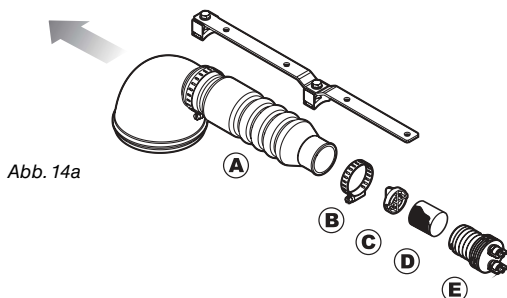

Abb. 14a
• Lockern Sie die Schelle (B) und entfernen Sie dann die Sprühdüse (A). **Nur für waagerechte Schaumerzeuger zutreffend (Abb.14a): Die Schellen vollständig lösen, dann die Sprühdüse in die vom Pfeil angegebene Richtung abziehen.**
• Spülen Sie die Sprühdüse (A) mit klarem Wasser.
• Nehmen Sie das Gitter (C) ab indem Sie es gegen den Uhrzeigersinn drehen.
• Entnehmen Sie den Schwamm (D) aus dem Generator (E).
Um das Bilden eines dichten und lang anhaltenden Schaums gewährleisten zu können, jährlich die Schwämme, Art.-Nr. 520000.160 (D, Abb. 14a + 14b) auswechseln.